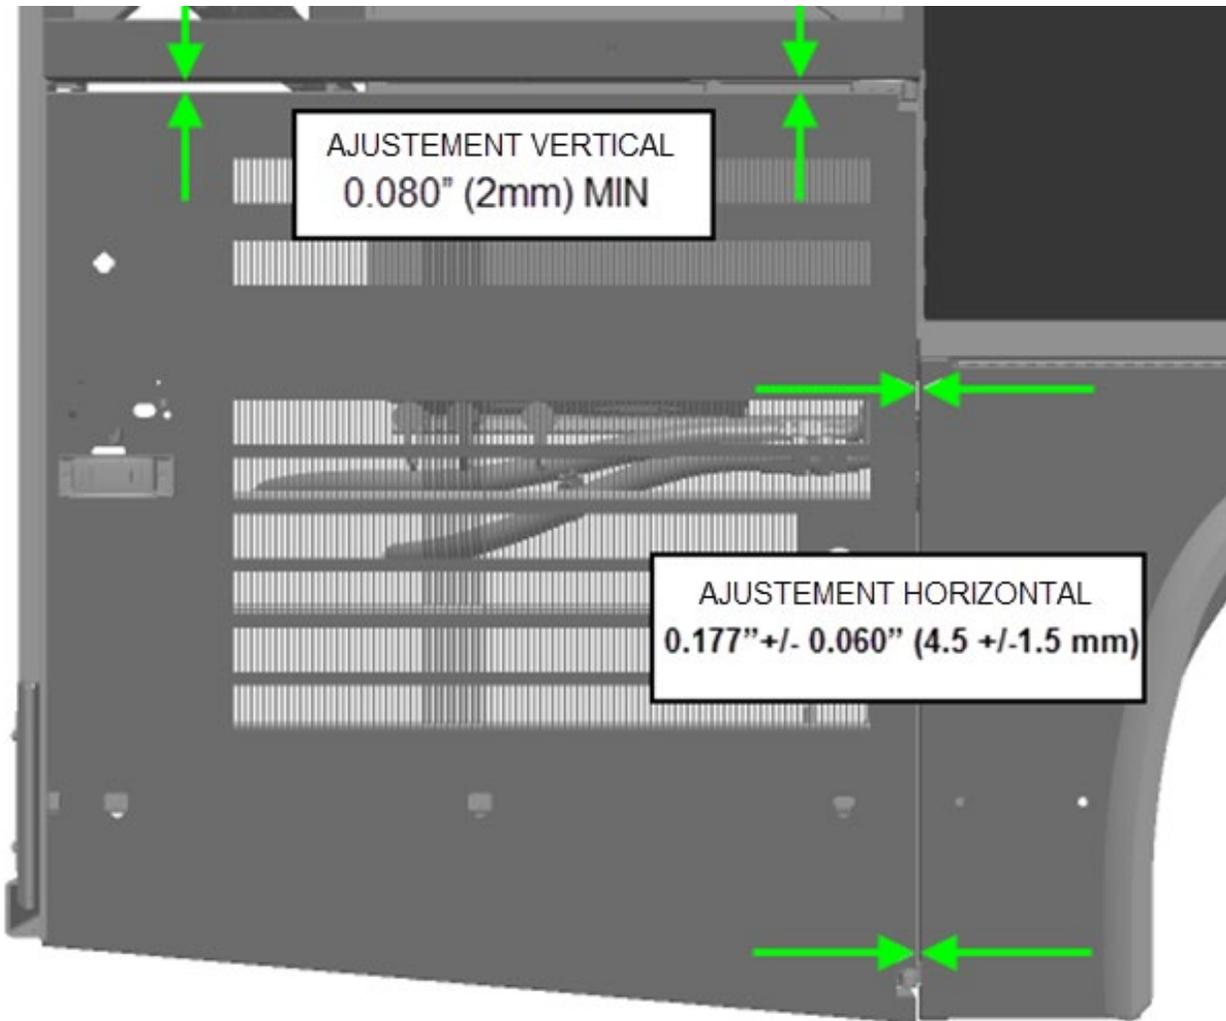

FIGURE 25: JEU HORIZONTAL ET VERTICAL
17. Enlever le support de porte installé à l'étape 2. Ouvrir et fermer la porte à plusieurs reprises pour confirmer son bon fonctionnement. Vérifier l'ajustement du haut de la porte et du côté. Il devrait y avoir un jeu uniforme parallèle d'au moins 0.080 po (2mm) en haut de la porte et un jeu de 0.177 po +/- 0.060 po (4.5 +/-1.5 mm) entre la porte et l'aile arrière du véhicule (Figure 25).